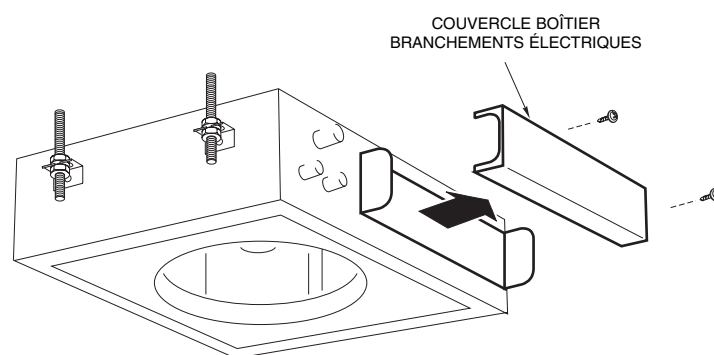
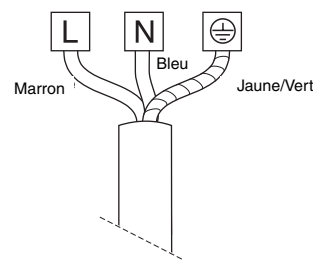

Fig. 13
Fig. 14
- Enlever le couvercle du boîtier des branchements électriques (fig. 13) et monter le câble de raccordement (fig. 14)